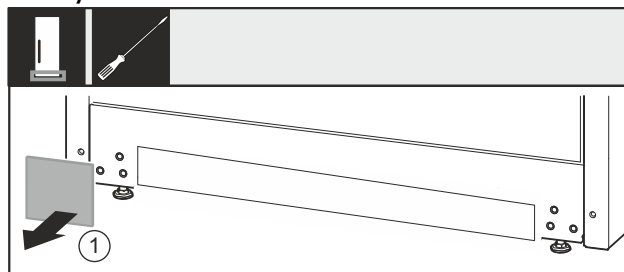

Fig. 35
- ▶ Odoberte kryt Fig. 35 (1).